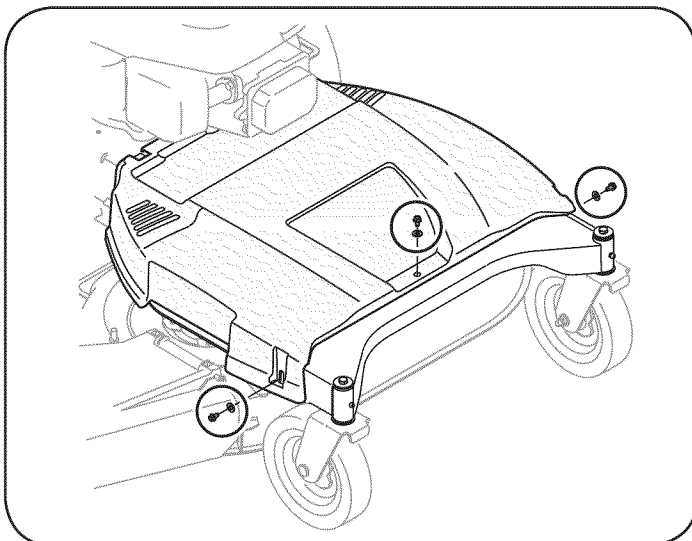

Figura 25
1. Para sacar la cubierta de la correa saque los tres tornillos y arandelas que la sujetan al bastidor. Vea la Figura 25.
- Retire la cubierta de la correa como se ha indicado antes en esta sección. Consulte la Figura 25.